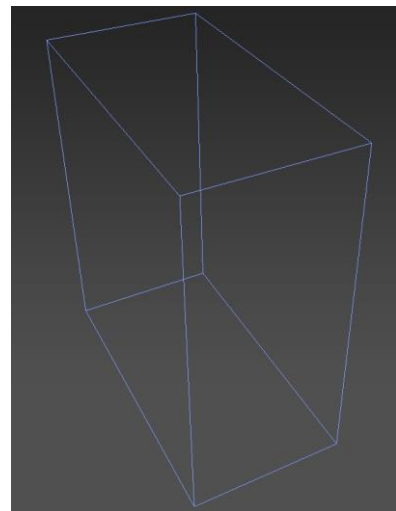

Рис. 4.13 - Ограничительный куб
- Ограничительный куб – рисует куб, в который вписываются все данные, загруженные в dll, он определяет рабочую зону при работе (Рис. 4.13).